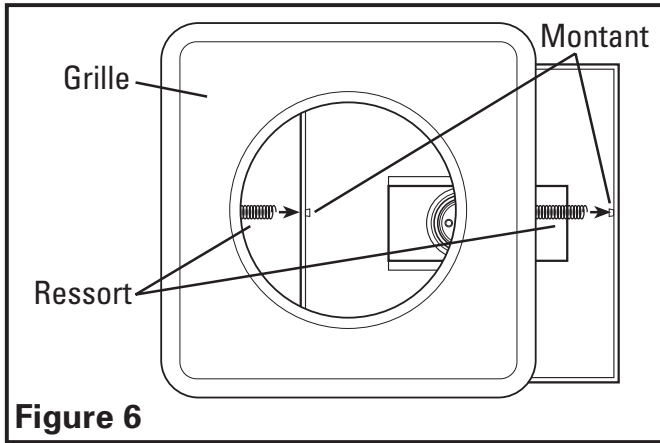

Figure 6
1. Sortir la grille de la boîte et attacher les ressorts de la grille sur les montants des deux côtés du châssis (Figure 6).